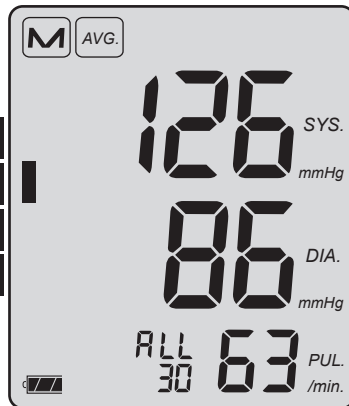

Figura 8
!Cada 30 mediciones registradas puede consultar el valor medio de su tensión arterial pulsando brevemente la tecla **M con el aparato apagado**. Se mostrará la media de todos los valores guardados (ALL). Pulsando de nuevo la tecla M se mostrará el valor medio de todas las mediciones realizadas entre las 0:00 y las 11:59 horas (AM) y posteriormente el valor medio de todas las realizadas entre las 12:00 y las 23:59 horas (PM). Junto a la indicación ALL/AM/PM se mostrará el número de mediciones a que corresponde la media (véase la figura 8).
Al mostrar los valores medios, en el borde izquierdo de la pantalla aparecerá un rectángulo oscuro (véase la figura 8) de altura proporcional al valor medio de la tensión arterial. Si utiliza la escala de clasificación adjunta (véase figura 9), podrá determinar el área en la que se encuentra su tensión arterial según los criterios de la OMS (véase página 177).